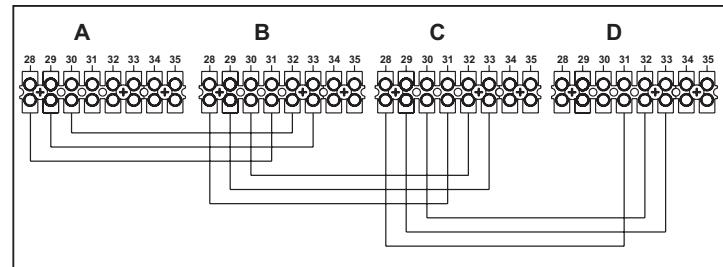

рис. 25 - Соединение в батарею
- Соедините два модуля, как показано на рис. 25
В противном случае перекройте электрическое питание и проверьте кабельные соединения в рис. 25.